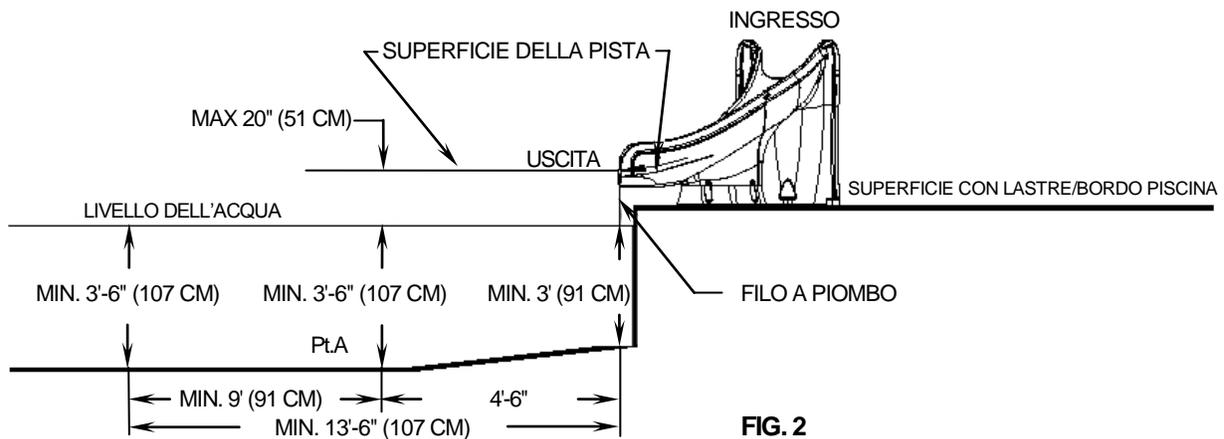

FIG. 2
1. Le dimensioni critiche per il posizionamento dello scivolo CYCLONE sono mostrate nelle **FIG. 2 e 3**.
- A. La distanza verticale tra la superficie della pista all'uscita dallo scivolo e la superficie dell'acqua non deve superare i venti pollici (20", pari a 51 cm), come mostrato in **FIG. 2**.
- C. La profondità minima dell'acqua al di sotto del bordo di uscita dello scivolo deve essere di tre piedi (3', pari a 91 cm) e aumentare fino a tre piedi e sei pollici (3'-6", pari a 107 cm) in corrispondenza del Pt. A, che si trova a una distanza di quattro piedi e sei pollici (4'-6", pari a 137 cm) dal bordo di uscita dello scivolo, come mostrato in **FIG. 2**.
- D. Occorre mantenere una profondità minima di tre piedi e sei pollici (3'-6", pari a 107 cm) per una distanza di nove piedi (9', pari a 274 cm) lungo il prolungamento dell'asse centrale dello scivolo a partire dal Pt. A. come mostrato in **FIG. 2**.
6. Osservare la posizione dell'uscita dello scivolo come mostrato nelle FIG. 2, 3 e 5 alle pagine 6 e 7.